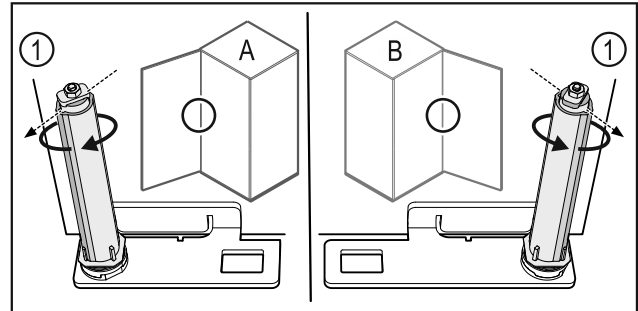

Fig. 53 Linksanschlag (A) / Rechtsanschlag (B)
- ▶ Schließsystem gegen den Widerstand drehen, bis der Steg des Schließsystems Fig. 53 (1) nach außen zeigt.